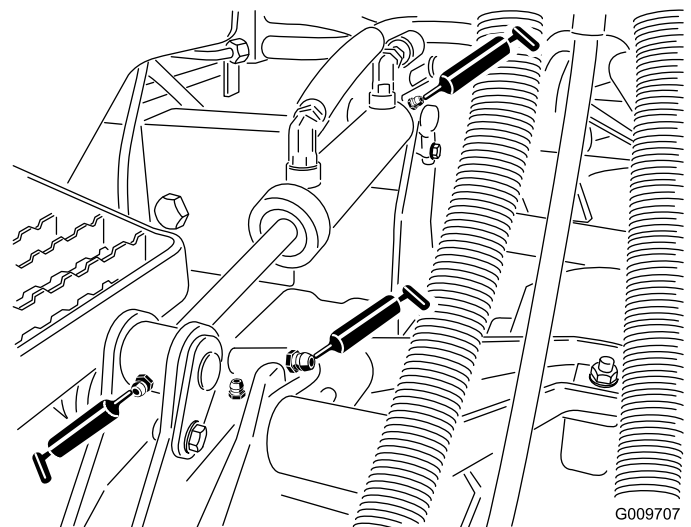

Figure 46
- Bagues de vérin de levage (2 par unité de coupe), comme montré à la Figure 46
- Bagues de bras de levage (1 par unité de coupe), comme montré à la Figure 46